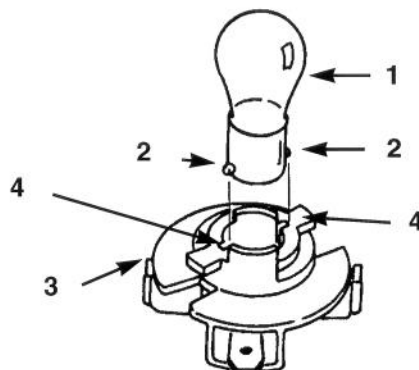

**Bild 33**
3. Die Birnenfassung um  $\frac{1}{4}$  Umdrehung im Gegenuhrzeigersinn drehen und aus dem Reflektor entfernen (Bild 33).
2. Die Birnenfassung hat zwei Nasen (Bild 33). Diese mit den Auskerbungen im Reflektor abstimmen, die Birnenfassung in den Reflektor einführen und  $\frac{1}{4}$  Umdrehung im Uhrzeigersinn bis zum Anschlag drehen.